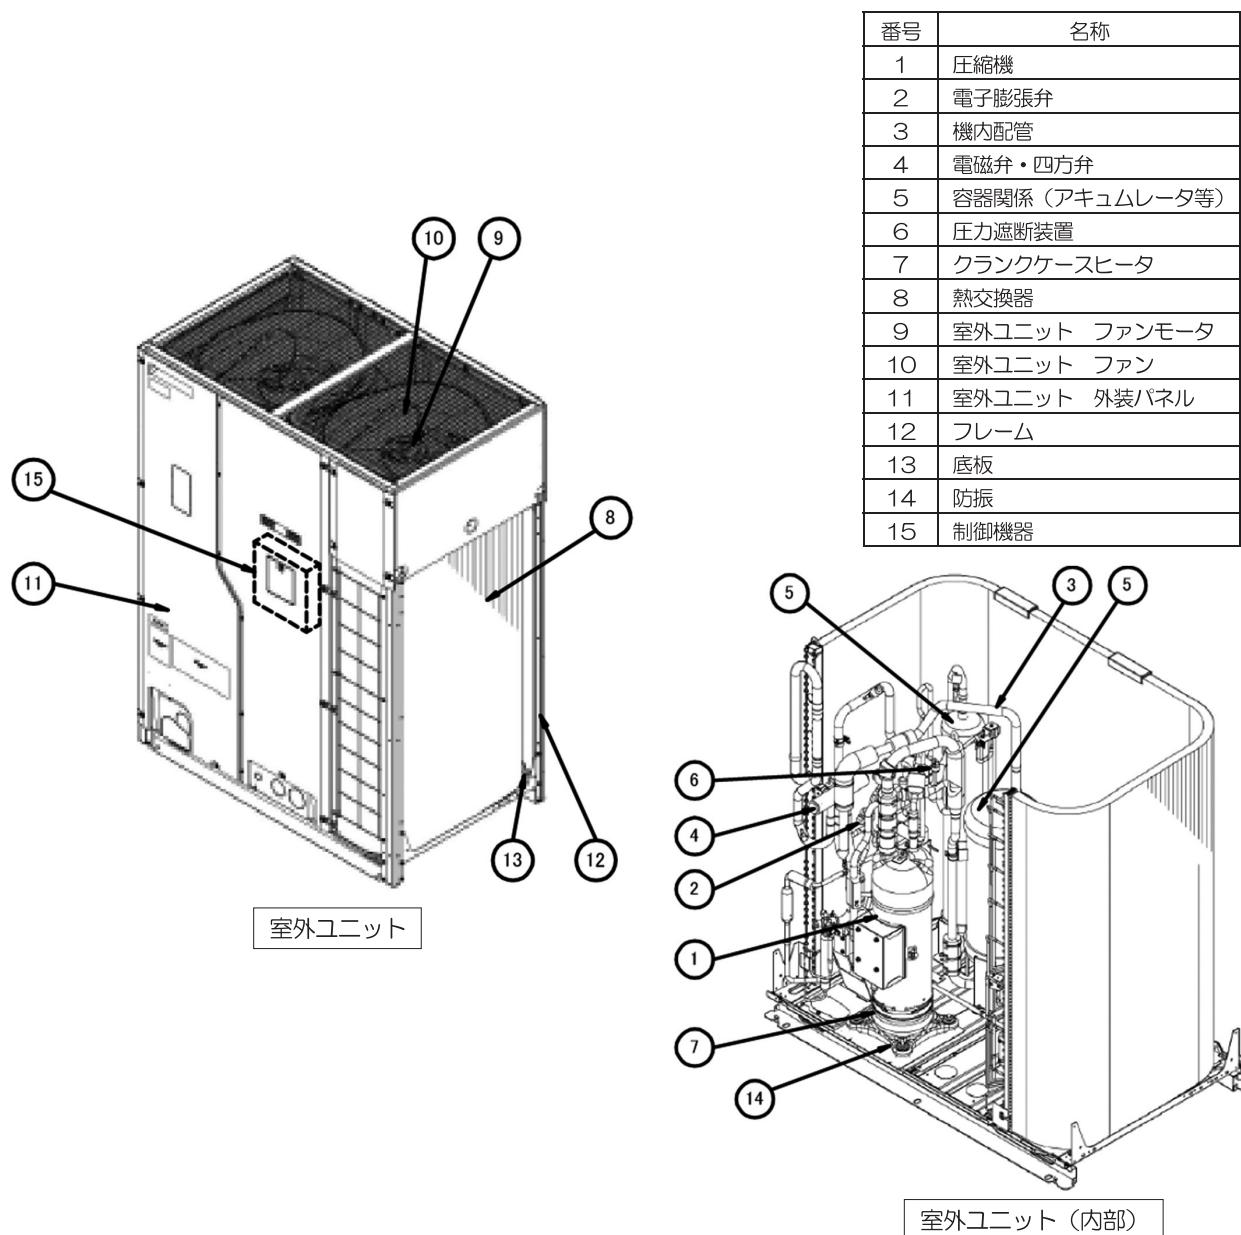

図3-24 室外ユニット(FB型) 主要構成部品
- ・室外ユニットの主要な構成部品の名称を示します。(図3-24、3-25参照)